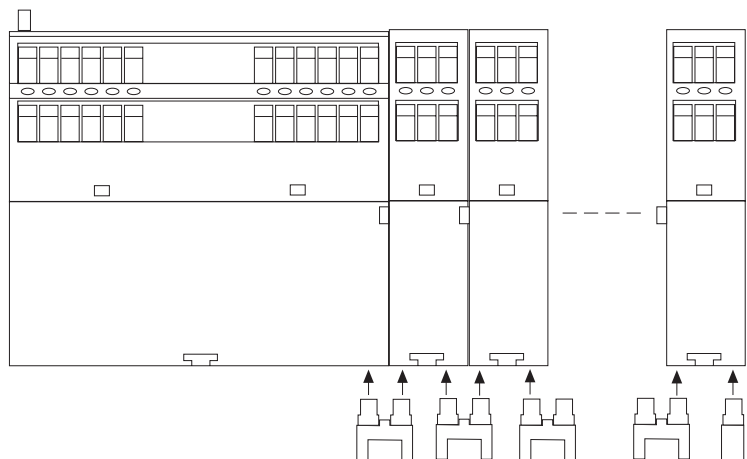

Fig. 3: Conectar el PNOZ XM1 y el dispositivo de ampliación con conectores puentes, en el último dispositivo de ampliación enchufar un conector final/
- Conecte hasta 9 dispositivos de ampliación de igual modo (Fig. 3). La combinación de PNOZ XE1 y PNOZ XE2 es arbitraria.
- Enchufe en el conector derecho del último dispositivo de ampliación el conector puente, que Ud. ha extraído del XM1 (Fig. 3).
- Collegare in modo identico fino a max. 9 dispositivi di ampliamento (fig. 3). E' possibile combinare PNOZ XE1 e PNOZ XE 2.
- Innestare sul connettore destro dell'ultimo dispositivo di ampliamento il connettore di terminazione staccato dal PNOZ XM1 (fig. 3).
- Verbind maximaal 9 uitbreidingsrelais op dezelfde manier (fig. 3). De combinatie van PNOZ XE1 en PNOZ XE2 is willekeurig.
- Steek op de rechter connector van het laatste uitbreidingsrelais de busconnector die u uit de PNOZ XM1 getrokken heeft (fig. 3).